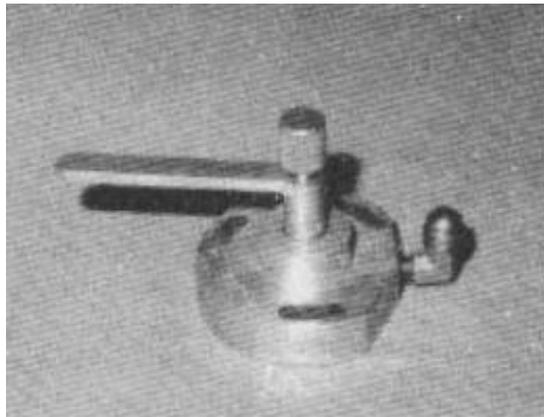

FIGURA 2.25 HERRAMIENTA DE AJUSTE DEL AFC
2. Instalar la herramienta de ajuste AFC y la herramienta para ajuste de marcha en vacío, si se dispone de ella (figura 2.25).